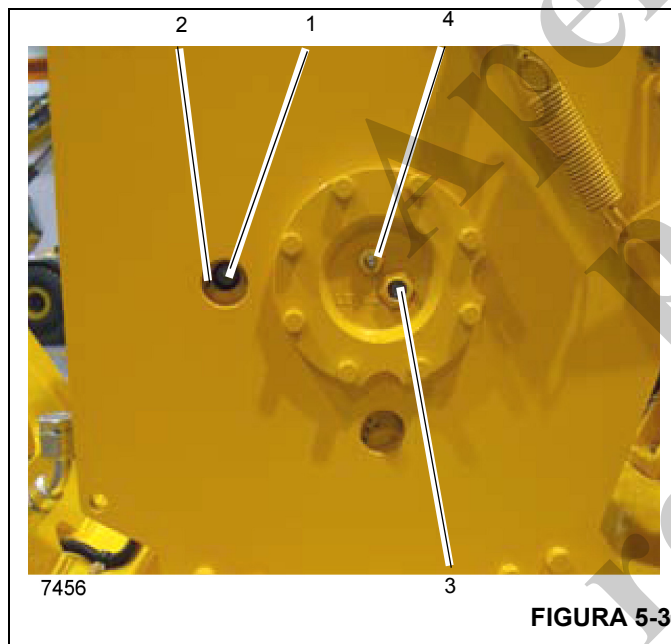

FIGURA 5-3
**NOTA:** Não alinhar o bujão de enchimento/dreno (1) com o furo de acesso superior (2) conforme mostrado na Figura 5-3 antes de verificar o nível do óleo pode resultar em uma leitura imprecisa.
1. Gire o tambor do guincho até que o bujão de enchimento/dreno (1) apareça no furo de acesso superior (2) mostrado na Figura 5-3.